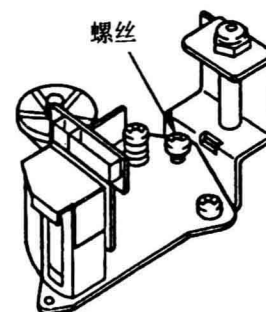
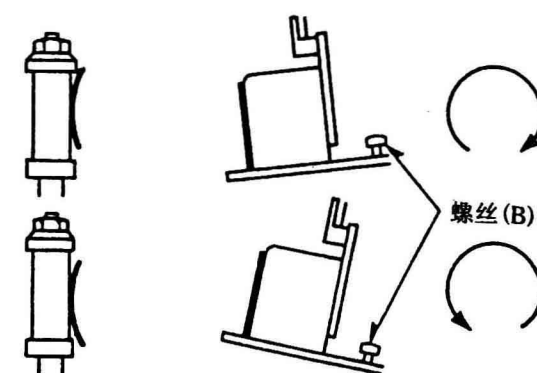

图58
图59
②如果磁带的上边缘和下边缘有波动或起褶, 则转动位于音/控磁头背部的螺丝(B), 校正音/控磁头的倾斜度, 如图58和图59所示。